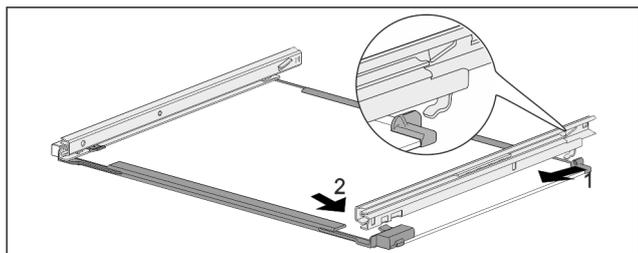

Fig. 165 Tablette en verre avec rails
- ▶ Accrocher le rail à l'arrière. Fig. 165 (1)
- ▶ Accrocher le rail à l'avant. Fig. 165 (2)